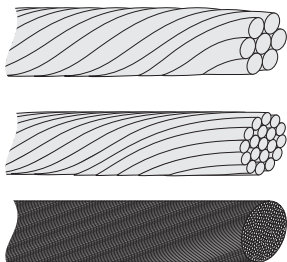

Figura 2.18 Cavo con conduttori diversi (dall'alto verso il basso):
Per il collegamento CA possono essere utilizzati cavi con conduttori a corda rotonda, flessibili o flessibilissimi (v. figura 2.18).
5. Collegare i 3 cavi di alimentazione (L1, L2, L3) e il conduttore di terra di protezione (PE) alla morsettieria con i contrassegni rispettivi. Il conduttore di protezione (PE) è contrassegnato con il simbolo indicato nella figura 2.18.